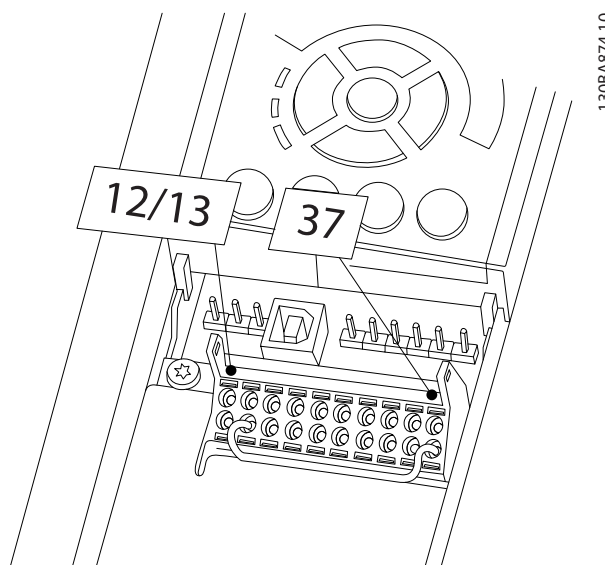

图 2.2 端子 12/13 (24 V) 与 37 之间的跳线
1. 取下端子 37 与 12 或 13 之间的跳线。仅断开该跳线还不足以避免短路。（请参阅 图 2.2 中的跳线。）